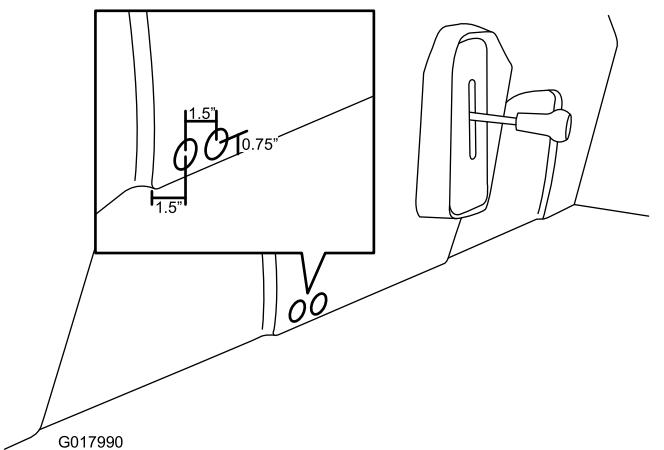

Bild 31
1. Markieren und bohren Sie zwei Löcher in das Sitzunterteil mit einer Lochsäge (1"), wie in Bild 31 dargestellt.